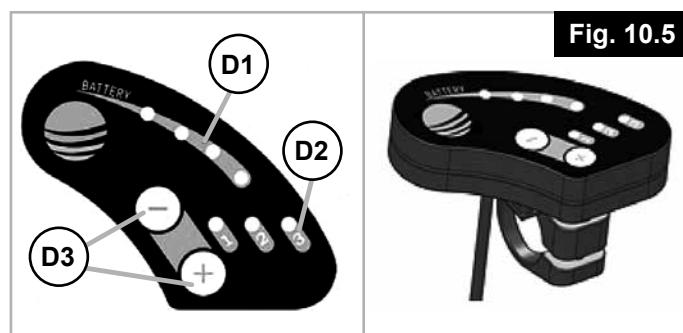

Fig. 10.5
10.5 Gebruik van de led-display (fig. 10.5)